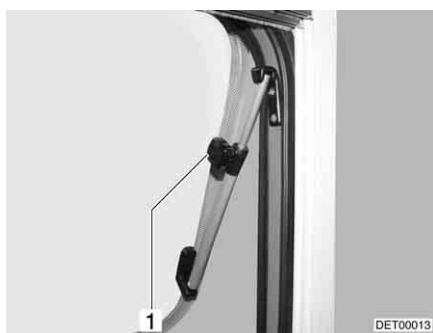

Fig. 75 Finestra apribile con deflettore a rotazione
- Aprire la finestra apribile fino alla posizione desiderata e fissarla mediante il pomello zigrinato (Fig. 75,1).
- Ruotare il pomello zigrinato (Fig. 75,1) fino a che l'arresto viene sbloccato.